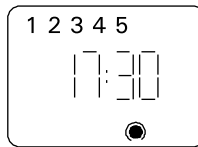

Рисунок 20.
- выберите на дисплее изменяемое время кнопкой программирования [Ch1]. Появившиеся на дисплее цифры, соответствующие времени и дню недели, изменяются в соответствии с п. 2.2.3. (Рис. 20)